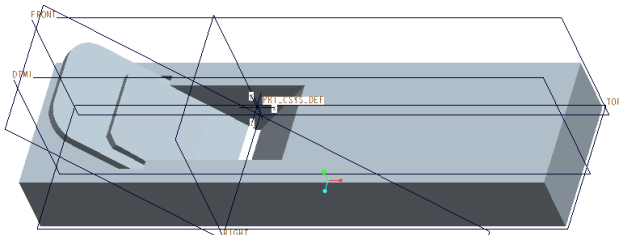

図 4-54 楔の完成
- 「保存したビューリスト」の「標準方向」を選択すると、図 4-54 のようにフィーチャーが完了する。